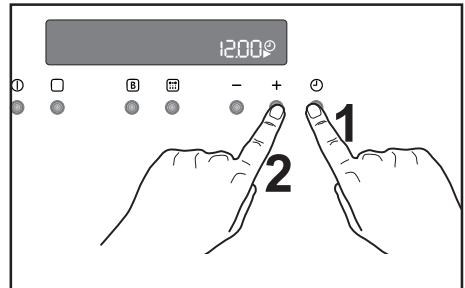

Fig. 1
a) Le symbole  clignote, réglez l'heure du jour en appuyant sur les touches “-” ou “+” (Fig. 1).